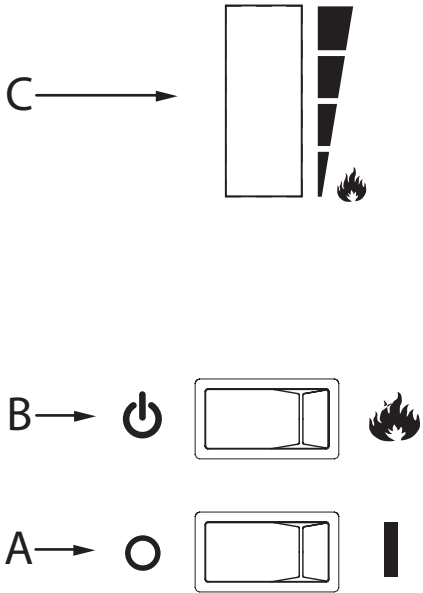
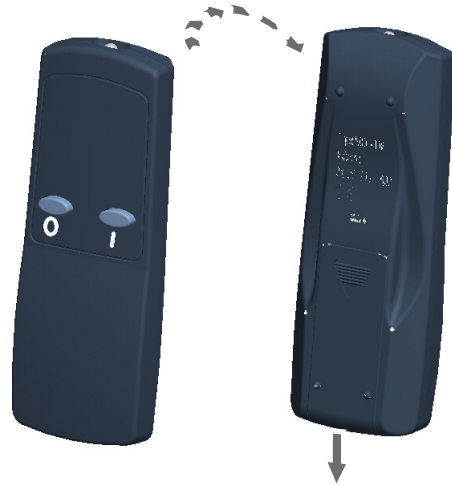

Fig.2
Fig.7
(Zie Afb.2 voor een schema van de handbediening)
Op het bedieningspaneel dient schakelaar A (zie Afb.2) op de 'AAN' (I)-stand te staan om de afstandsbediening te kunnen gebruiken. De afstandsbediening is voorzien van 2 toetsen. (Zie Afb.7)
1. Schuif het batterijklepje op de achterkant van de afstandsbediening open. (Zie Afb.7)